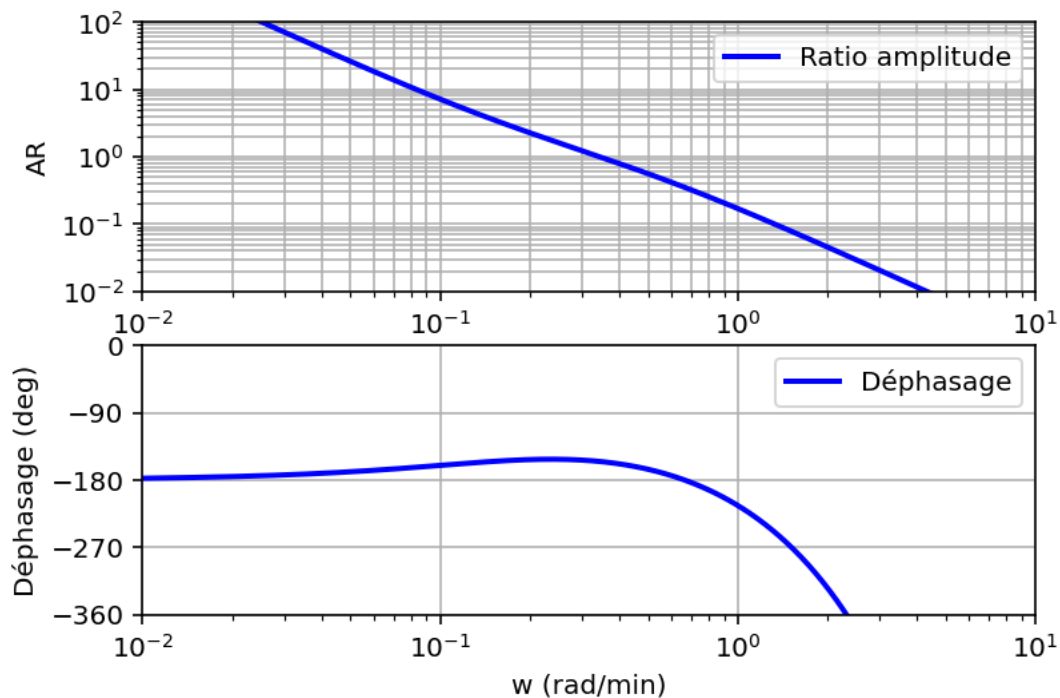

Figure 4 : Diagramme de Bode, montrant le ratio d'amplitude AR et le déphasage ϕ (*phase shift*, en degrés °) en fonction de la fréquence angulaire ω .
- b) [10 points] Un diagramme de Bode est tracé pour ce système de régulation par rétroaction. La figure 4 illustre ce diagramme. Déterminez la marge de gain (*gain margin*). Est-ce que le système est stable ?